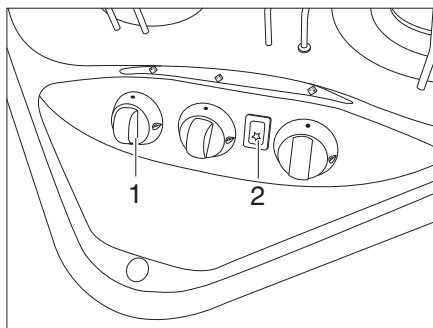
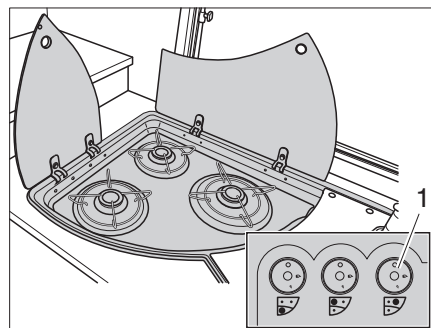

Fig. 137 Elementi di comando del fornello a gas
Fig. 138 Alternativa: Elementi di comando del fornello a gas
- Ruotare il pomello girevole (Fig. 137,1 o Fig. 138,1) dell'apparecchio a fiamma libera desiderato in posizione accesa (fiamma alta).
- Se è presente un tasto di accensione (Fig. 137,2):